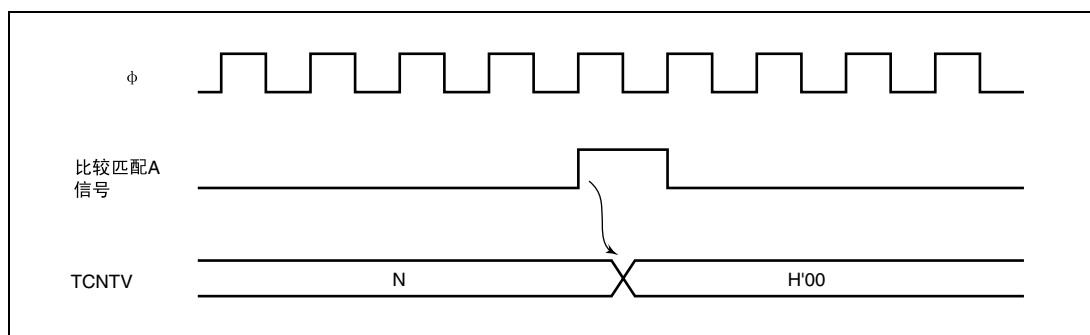

图 10.7 通过比较匹配进行清除的时序
5. 如果TCRV0的CCLR1、CCLR0为01或者10, 就通过对应的比较匹配清除TCNTV。清除时序如图10.7所示。